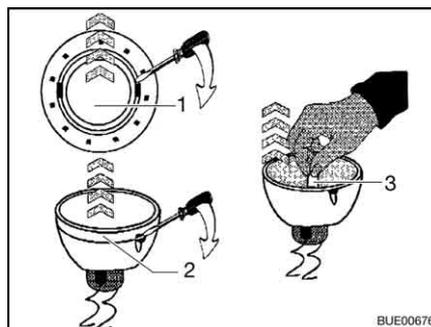

Fig. 267 Cambiar la bombilla halógena
- Soltar el anillo de cubierta interior (Fig. 267,1) de la carcasa con un destornillador.
- Soltar el anillo de cubierta con la lámina de vidrio (Fig. 267,2) de la parte inferior de la lámpara halógena empotrada utilizando un destornillador.
- Extraer la bombilla halógena (Fig. 267,3).